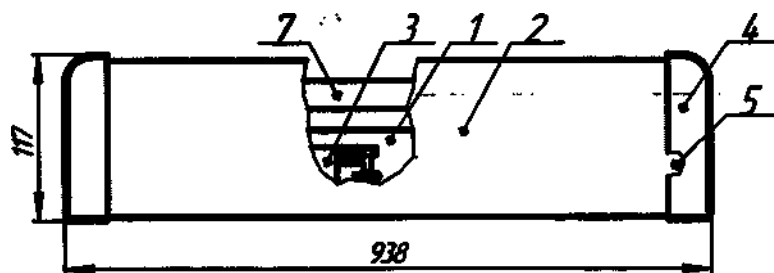
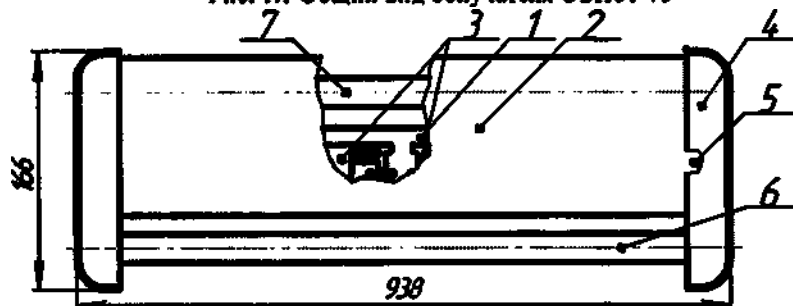

Рис. 1.1 Общий вид облучателя ОБН01-75
Рис. 1.2 Общий вид облучателя ОБН01-150
4.2 Облучатель (рис. 1.1, рис. 1.2) состоит из корпуса 1, в котором размещена электросхема, аппаратов пускорегулирующих 3, двух крышек 4, защитного экрана 2, закрепленного к корпусу винтами 5. На стенке корпуса имеются два отверстия для подвеса на стену.
4.3 В облучатели типов ОБН01-150 (рис. 1.2) устанавливаются две лампы: